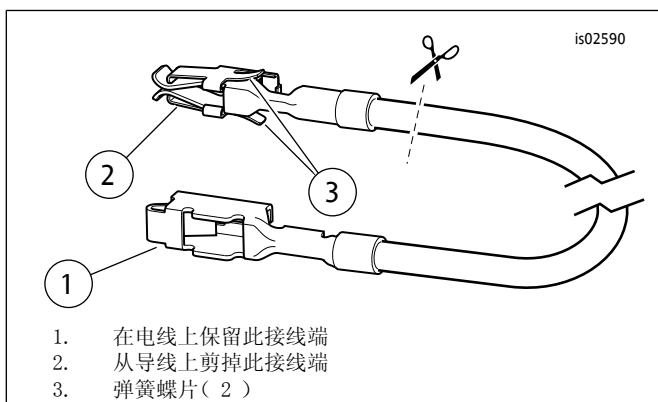

图6. 保险丝盒适配线
4. 从套件中取出橙色/白色保险丝盒适配线(10)。记下每一端的接线端(参见图6)。只有不带弹簧蝶片的接线端可安装到此保险丝空腔中。小心地从电线上剪掉带有弹簧蝶片的接线端并丢弃。